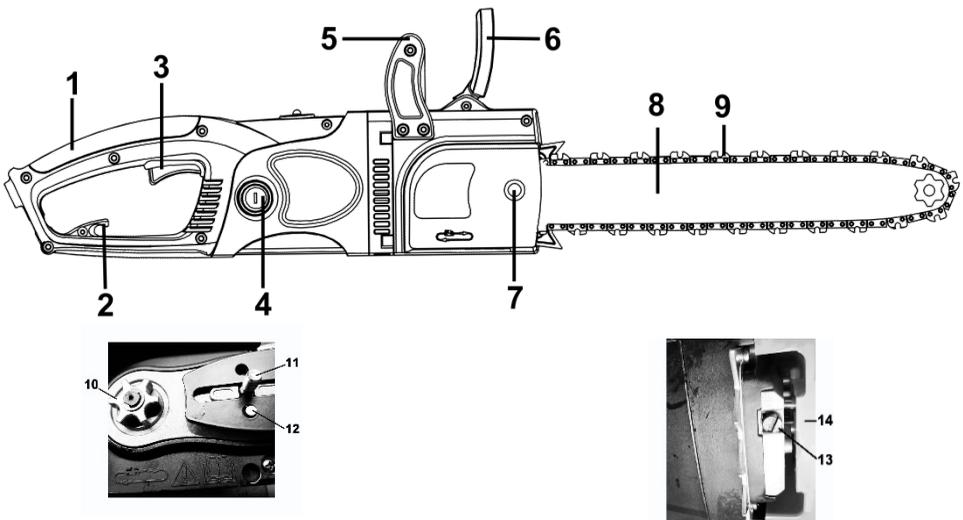

Рисунок 1
корпусу з органами управління та захисту (1,3,5,6); пиляльної гарнітури у складі шини (8), пиляльного ланцюга (9), однофазного колекторного двигуна з подвійною ізоляцією, який встановлений по «подовжній» схемі – вісь двигуна паралельна осі виробу, при цьому рух на приводну шестерню (10) ланцюга передається під кутом 90° через конічний редуктор; системи зчеплення з відцентровою муфтою та гальмами – згідно рис. 1.
4.1.1 Для увімкнення виробу натисніть на кнопку блокування від випадкового ввімкнення (розташована з лівого боку основної рукоятки), а потім на важіль перемикача (3) (рис. 1). Для відключення виробу слід важіль відпустити.